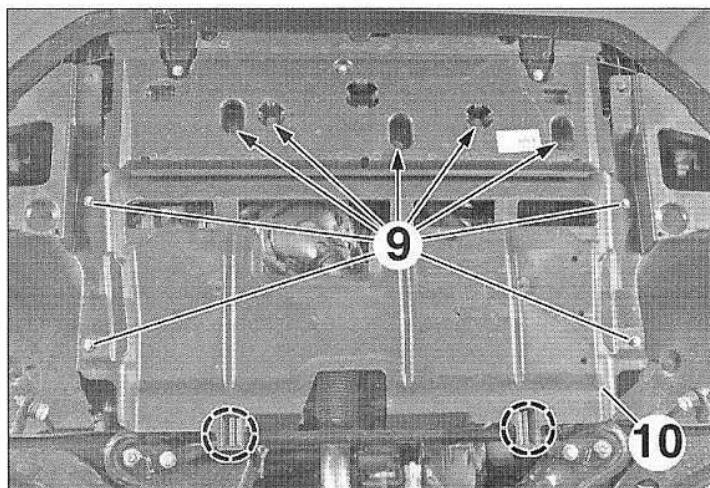

FIG.37
- Selon équipement, déposer les vis (9) (Fig.37).
- Dégrafer et déposer la protection sous moteur (10).